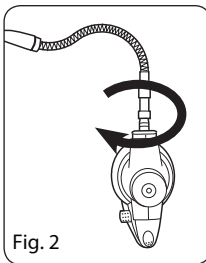

Fig. 2
1. Inserte la manguera con mango integrado en la boquilla de vapor (Fig. 2). Alinee las marcas en la boquilla y la manguera y gire esta última hacia la derecha hasta que encaje en la posición correcta.